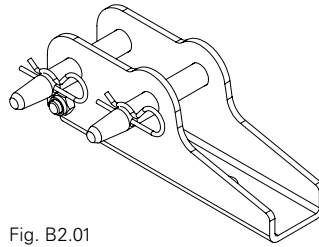
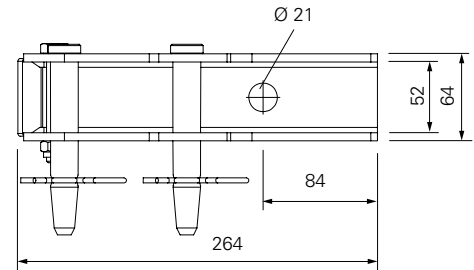

Fig. B2.01
Fig. B2.01a
(Fig. B2.01 + Fig. B2.01a)
L'étau tirant-poussant et la cheville doivent être installés aux positions (A) et (B) indiqués. (Fig. B2.01 + B2.02 + B2.03)